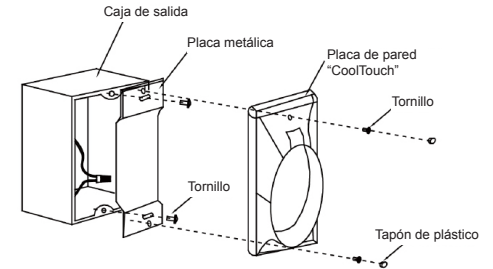

Figura 26
**Paso 2.** Instale la placa de metal y la placa de pared “CoolTouch” en la caja de salida existente en la pared con los 4 tornillos provistos. Luego coloque los dos tapones de plástico en la placa de pared. (Figura 26)